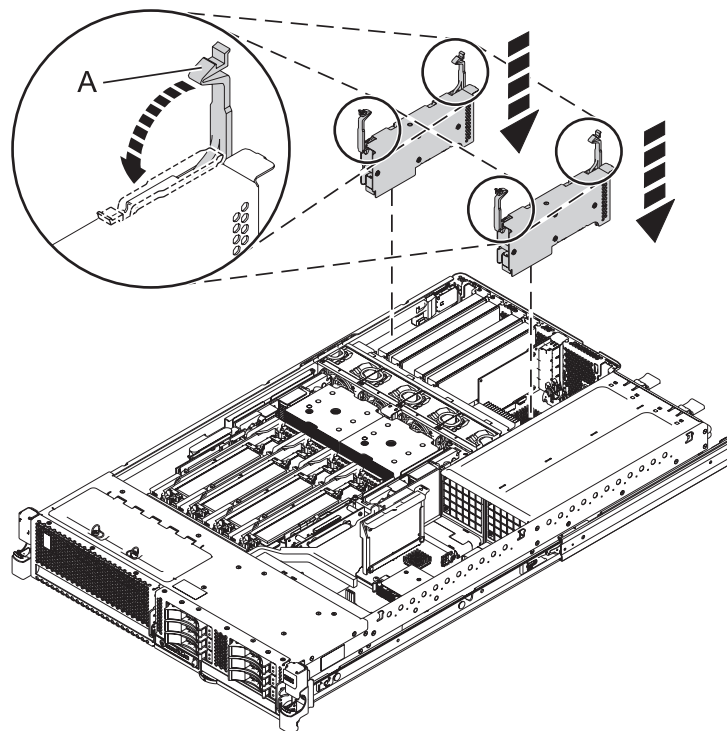

Abbildung 2. Adapterinstallation in Einschubsystem 8231-E2B
10. Bereiten Sie die Installation des neuen Adapters vor, indem Sie die Verriegelungen am Adapter und am Adaptersteckplatz in die geöffnete Position schieben (siehe Abbildung 2).
13. Drehen Sie die Verriegelungen gleichmäßig in die verriegelte Position (siehe Abb. 2).